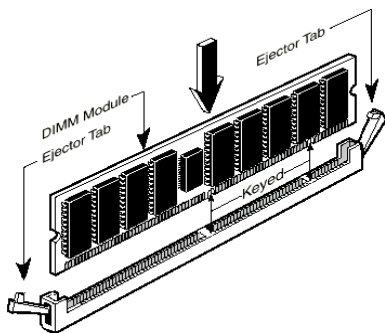

図 2-6 メモリモジュールのインストール
- ステップ 5.** 図のように、DIMM をメモリ拡張スロットに挿入します。図 2-6 でメモリモジュールにキーノッチ(keyed)があることを良く見てください。これは、DIMM が誤った方向に装着できないようにするためのものです。方向が誤っていないのを確認し、ソケット奥までしっかりと押し込んでください。イジェクトタブを内側に閉じて、切り欠き部分に入るのを確認します。